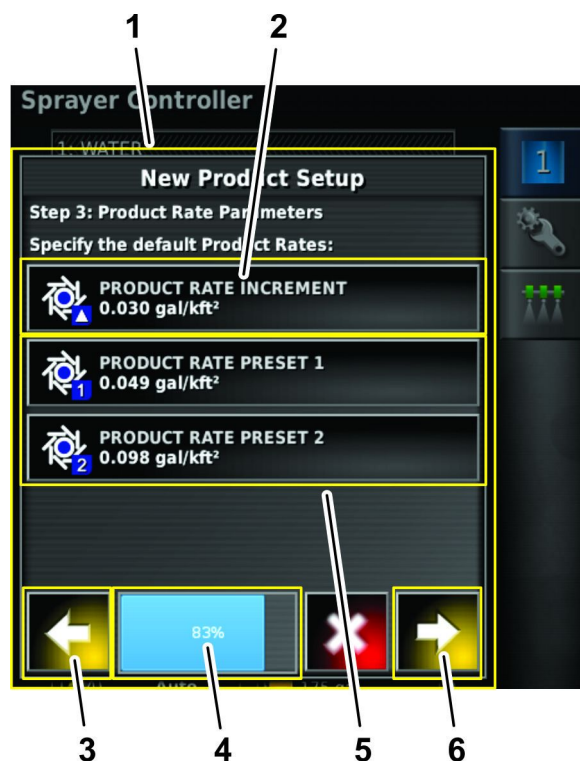

Figura 32
- Impostate il volume di incremento o decremento dei volumi preimpostati 1 e 2 premendo l'icona INCREMENTO DEL VOLUME PRODOTTO (Figura 32).
- Premete l'icona VOLUME PRODOTTO PREIMPOSTATO 2 o VOLUME PRODOTTO PREIMPOSTATO 2 per impostare i volumi di applicazione del prodotto preimpostati nel modo seguente: (Figura 32).